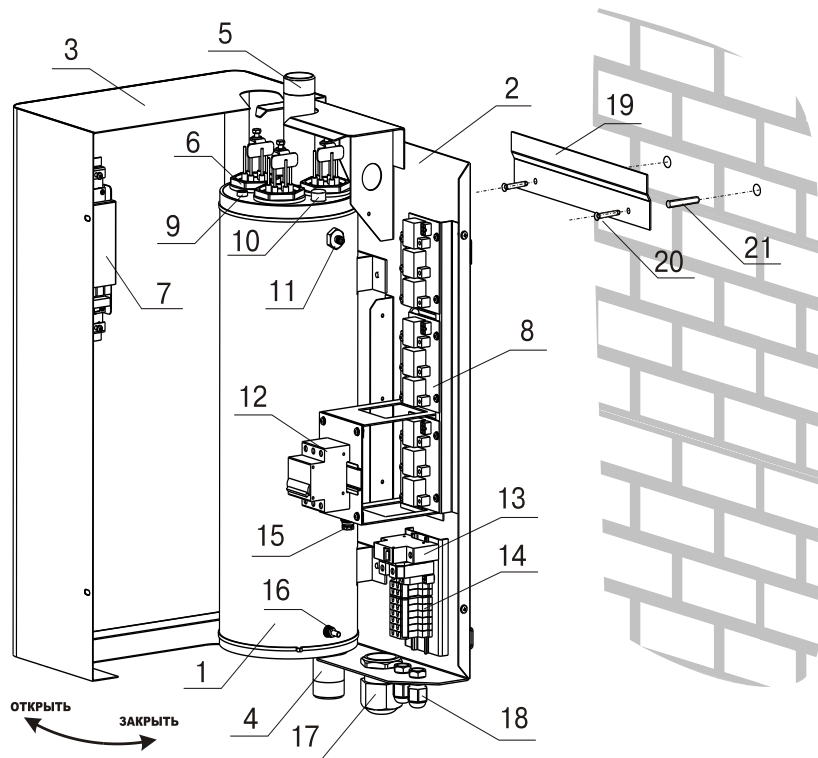

Рис.1 Конструкция электроводонагревателя и способ его крепления к стене
5.1. Электроводонагреватель (Рис.1) состоит из корпуса (1) сварной конструкции с фланцами, патрубком входа воды (4) и патрубком выхода воды (5), имеющих резьбу G1 1/2-В. В верхней части корпуса установлены три блока нагревательных элементов(6), датчик температуры воды(9), датчик перегрева(10) и датчик уровня воды(11). Корпус установлен на основании(2). Защитный кожух (3) выполнен из стального листа и служит для защиты обслуживающего персонала от ожогов и поражения электрическим током. Кожух подвешен на основании при помощи механизма, который позволяет не снимая кожух с электроводонагревателя, открывать и закрывать его в направлении, указанном на Рис.1. При необходимости кожух можно легко снять с основания.
• Закрепить кронштейн крепления на вертикальной поверхности в необходимом месте с помощью шурупов, входящих в комплект и установить на него водонагреватель как показано на Рис.1.
- Открыть кожух (3) как показано на Рис.1, предварительно выкрутив четыре винта крепления кожуха.